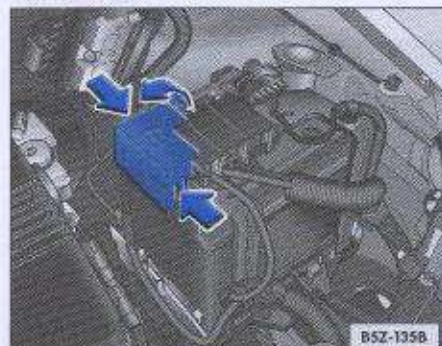

Fig. 151 Vano motor: punto para conexión de los cables auxiliares de arranque
2. Desplace la cubierta del terminal positivo ⇒ fig. 151 -flecha-.